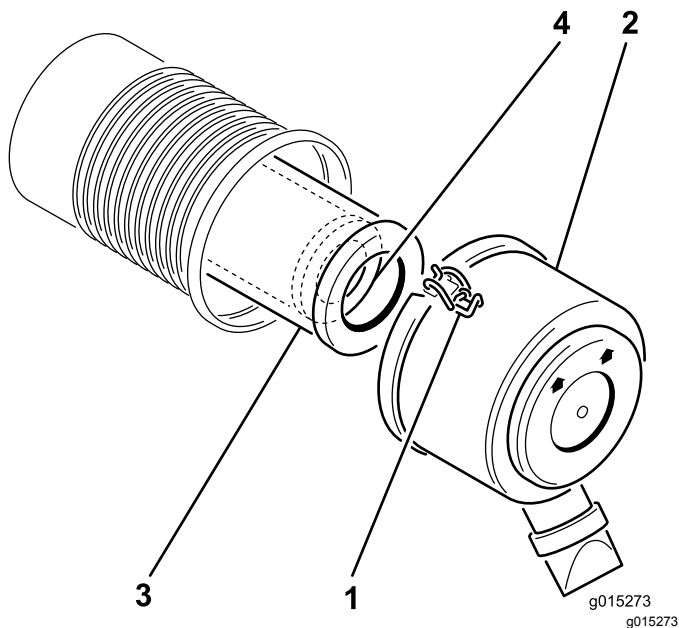

Рисунок 14
2. Расфиксируйте защелки, фиксирующие крышку воздухоочистителя на его корпусе. Отделите крышку от корпуса (Рисунок 14).
4. Осторожно извлеките фильтр грубой очистки из корпуса воздухоочистителя (Рисунок 14).
2. При замене контрольного фильтра осторожно вложите его в корпус фильтра (Рисунок 14).
3. Осторожно вставьте фильтр грубой очистки поверх контрольного фильтра (Рисунок 14).
- Установите крышку воздухоочистителя таким образом, чтобы сторона с обозначением Up (Верх), была обращена вверх, и закройте защелки (Рисунок 14).